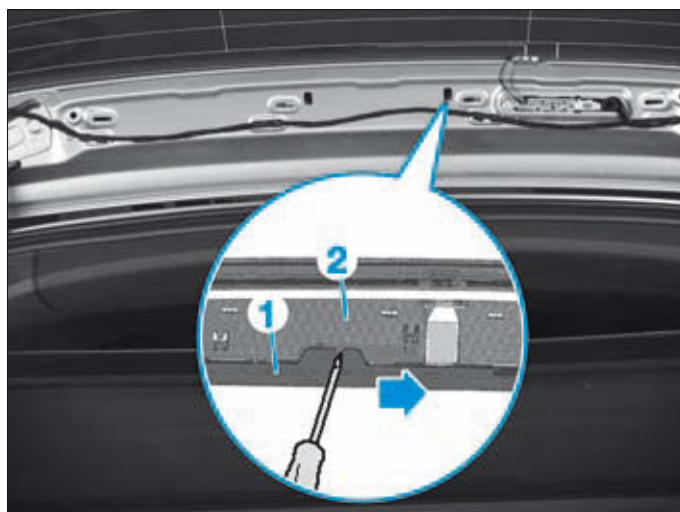

FIG. 82
- Déverrouiller le rail (1) de maintien du 3e feu stop (2) vers la droite dans le sens de la flèche (Fig.82).